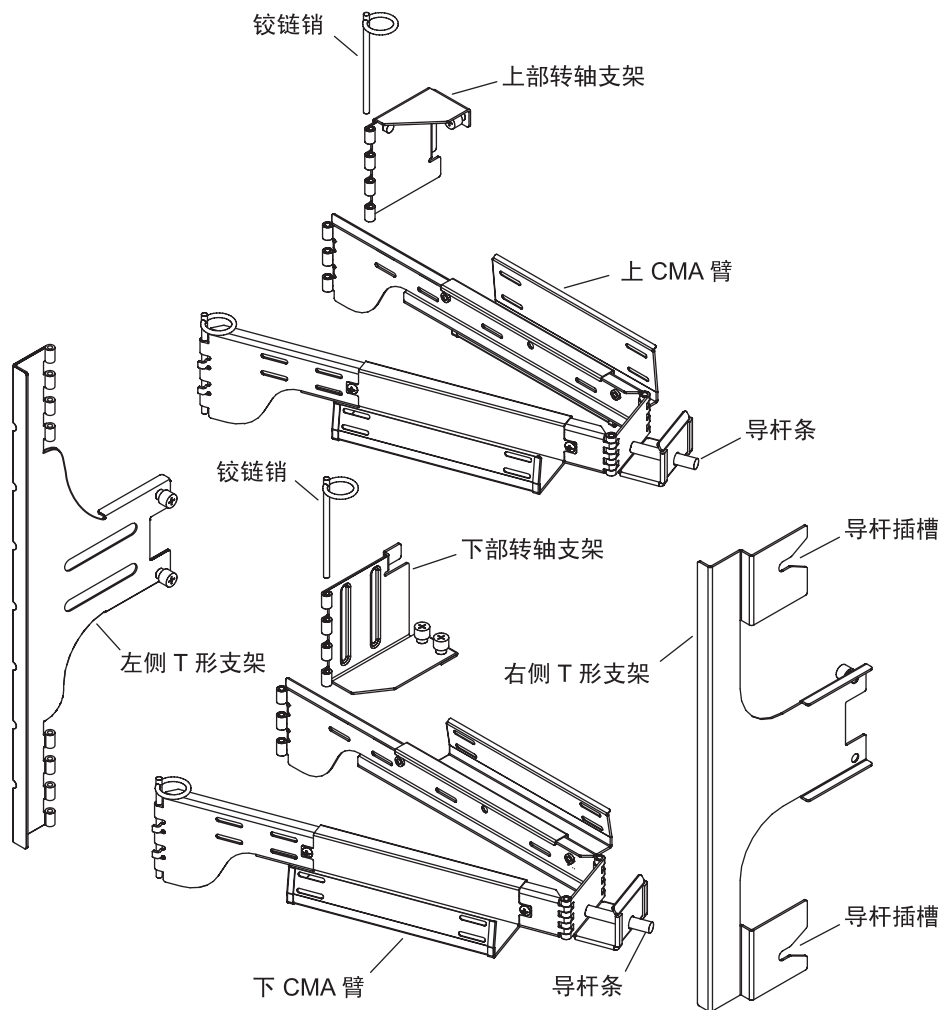

图 1-17 上/下 CMA 臂和左侧/右侧 T 形支架
1. 在下列过程中请参阅图 1-17，以便识别 CMA 的各个部件。